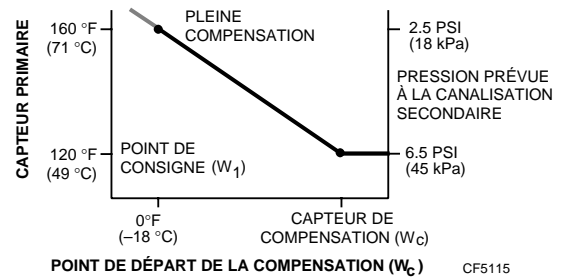

Fig. 14. Tableau de compensation pour exemple d'étalonnage.
3. Voir la Fig. 14 pour obtenir le graphique du tableau de compensation.